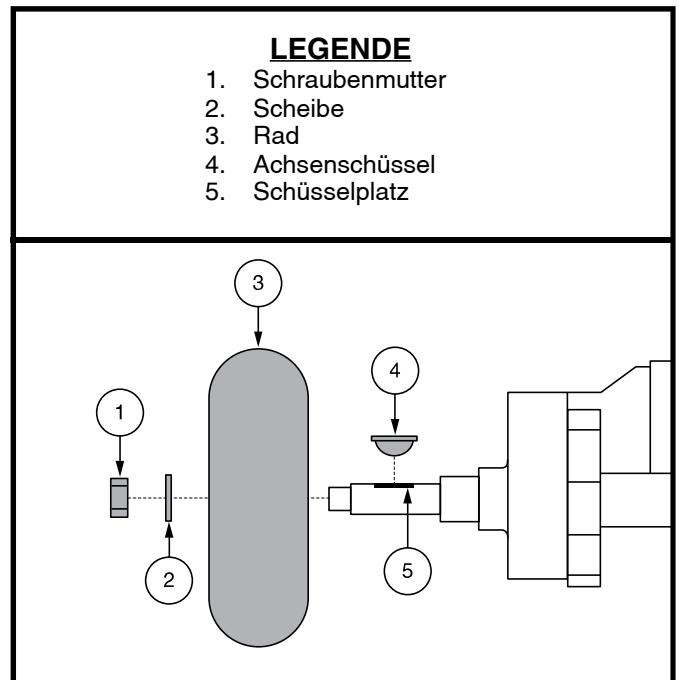

Abb. 21. Reifenradenthebung
3. Entfernen Sie die Schraubenmutter und Unterlegscheibe des Antriebsrades von der Radnabe. Siehe Abb. 21.